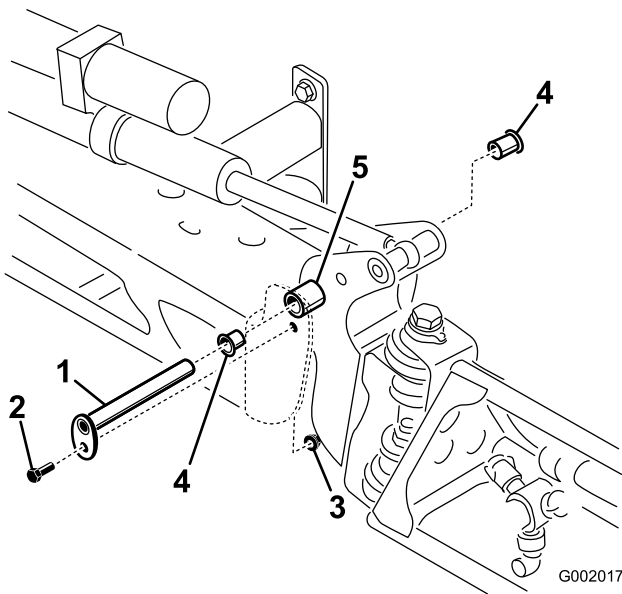

Figura 72
3. Com o peso da rampa suportado, retire o parafuso e a porca que seguram o pino de articulação à rampa (Figura 72). Retire o pino de articulação.
5. Retire e inspecione as buchas de nylon dos lados dianteiro e traseiro do suporte de articulação (Figura 72). Substitua todas as buchas danificadas.
7. Monte a rampa e o apoio da articulação no chassi alinhando as aberturas (Figura 72).